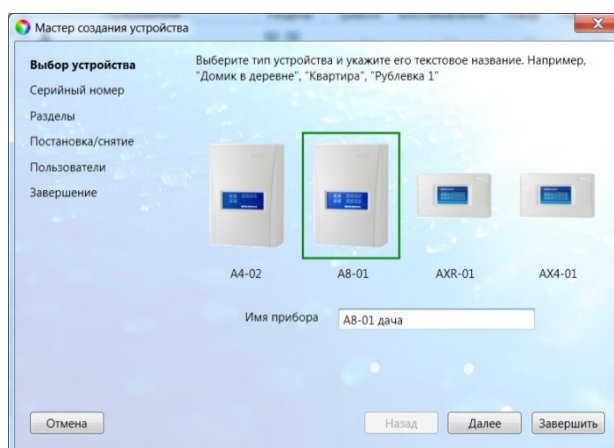

Рис. 5.9. Окно *Выбор устройства*
- В следующем окне *Выбор устройства* выберите тип контроллера и задайте его имя (удобно именовать контроллер по объекту, на котором он будет использоваться, например: *A8-01 гараж; A8-01 дача*), см. рис. 5.9.